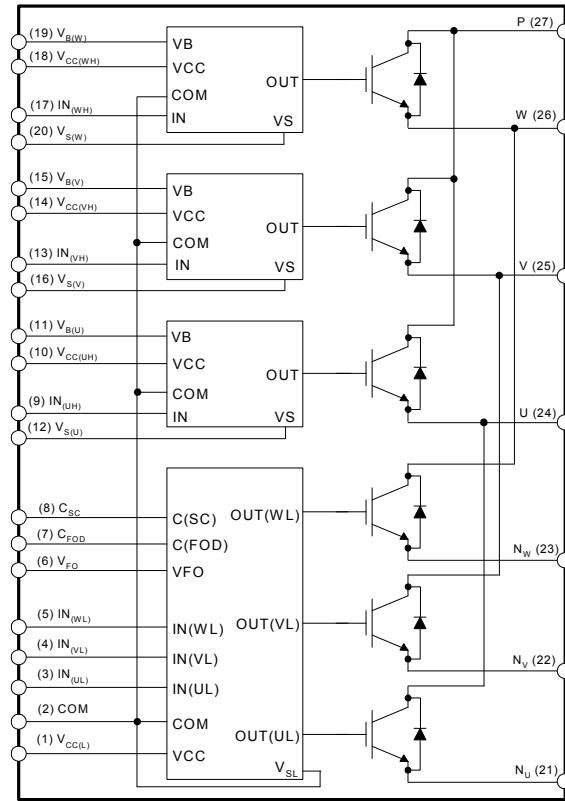

图 3. 内部框图
- 600 V - 30 A IGBT 逆变器，适用于三相 DC / AC 功率转换（请参阅图 3）